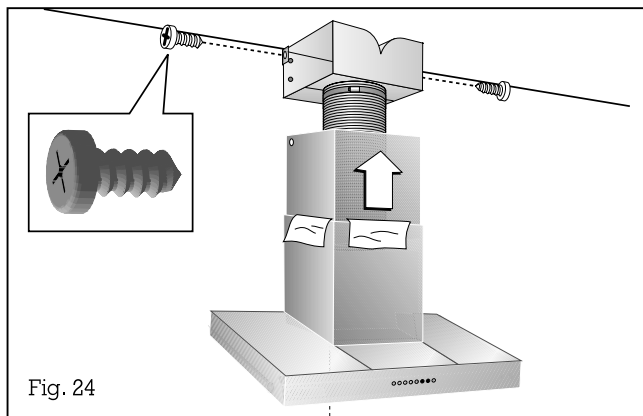

Fig. 24
- Dra upp skorstensöverdelen till sitt slutgiltiga läge och skruva fast den med 2 skruvar i takfästet (fig. 24).